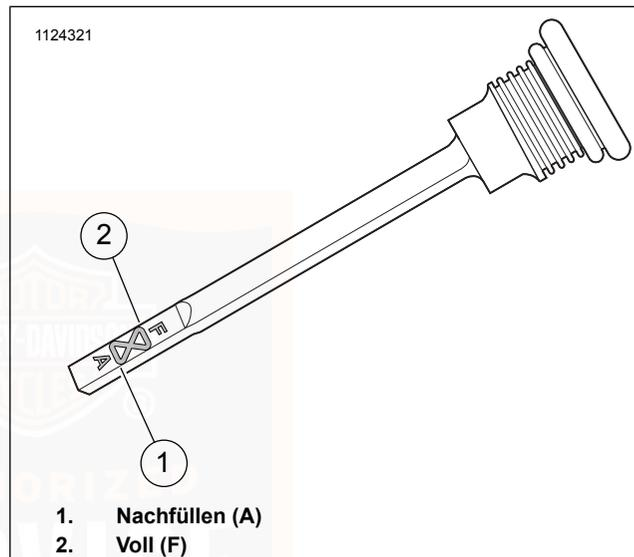

Abbildung 44. Getriebeschmiermittelstand
4. Siehe Abbildung 44. Einflüßverschlussstopfen/Ölmessstab entfernen. Den Schmiermittelstand auf dem Ölmessstab prüfen. Der richtige Ölstand liegt zwischen den Markierungen Add (A) (1) und Full (F) (2).